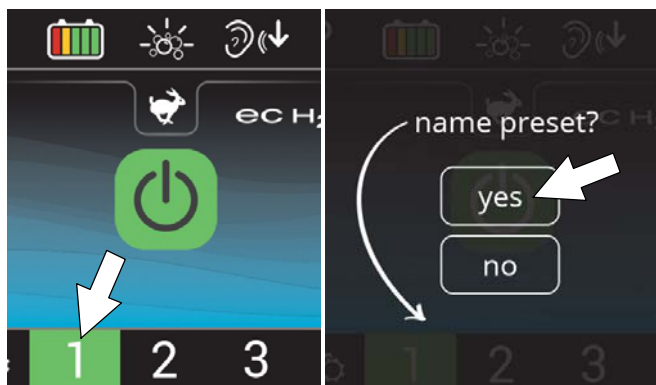

ABB. 63
- Drücken und halten Sie eine Zonentaste, bis ein Bildschirm Sie auffordert, die neue voreingestellte Zone zu benennen. Wählen Sie „Ja“, um die neue voreingestellte Zone zu benennen (Abbildung 63).